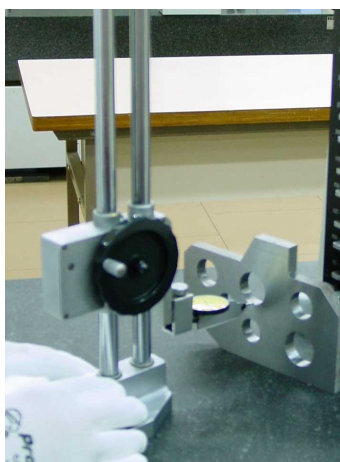
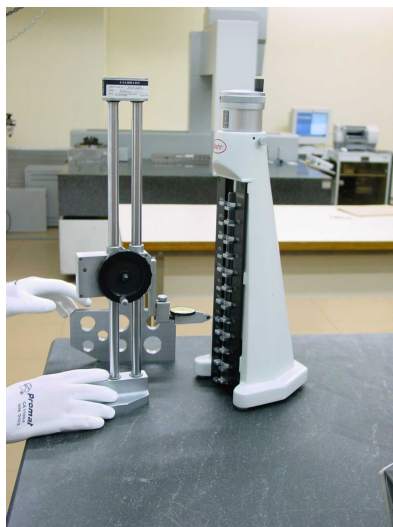

Figura 1 – Medição inferior do furo
Figura 2 – Referenciamento utilizando o micrômetro de altura
- Posiciona-se o apalpador dentro do furo a ser medido, na posição central e afastado da borda com a haste paralela ao plano do desempenho. Aproxima-se o relógio apalpador da superfície interna inferior desse furo até que o ponteiro do relógio apalpador apresente um deslocamento de aproximadamente 0,01mm. Movimenta-se o traçador de altura para o lado, em direção ao centro, a fim de identificar o ponto de inflexão. Quando esse ponto é identificado, movimenta-se o traçador de altura contra a peça até que o ponteiro do relógio marque exatamente 0,01mm de deslocamento, conforme a figura 1.
Então, movimenta-se o traçador de altura para perto do micrômetro de altura e desloca-se o micrômetro de altura até que o mesmo toque a ponta do relógio apalpador, em movimento ascendente, e realize o deslocamento do ponteiro em exatos 0,01mm, conforme figura 2. Realiza-se a leitura do valor no micrômetro de altura e anota-se.
- Agora se retorna ao furo em questão e movimenta-se o traçador de altura até que a haste de medição do relógio apalpador toque a superfície interna superior do furo em questão, na sua posição central e afastado da borda, fazendo com que o ponteiro do relógio tenha um deslocamento de aproximadamente 0,01mm. Movimenta-se o traçador de altura para o lado, em direção ao centro, a fim de identificar o ponto de inflexão. Quando esse ponto é identificado, movimenta-se o traçador de altura contra a peça até que o ponteiro do relógio marque exatamente 0,01mm de deslocamento, conforme figura 3. Então, movimenta-se o traçador de altura para perto do micrômetro de altura e desloca-se o micrômetro de altura até que o mesmo toque a ponta do relógio apalpador em movimento descendente, e realize o deslocamento do ponteiro em exatos 0,01mm, conforme figura 2. Realiza-se a leitura do valor no micrômetro de altura e anota-se.
- Posiciona-se o apalpador dentro do 1º furo a ser medido, na posição central e afastado da borda. Aproxima-se o relógio apalpador da superfície interna inferior desse furo até que o ponteiro do relógio apalpador apresente um deslocamento de 0,01mm. Movimenta-se o traçador de altura para o lado, em direção ao centro, a fim de identificar o ponto de inflexão. Quando esse ponto é identificado, movimenta-se o traçador de altura contra a peça até que o ponteiro do relógio marque exatamente 0,01mm de deslocamento, conforme a figura 1. Então, movimenta-se o traçador de altura para perto do micrômetro de altura e desloca-se o micrômetro de altura até que o mesmo toque a ponta do relógio apalpador em movimento ascendente, e realize o deslocamento do ponteiro em exatos 0,01mm, conforme figura 2. Realiza-se a leitura do valor no micrômetro de altura e anota-se.
Agora retorna-se ao furo em questão e movimenta-se o traçador de altura até que a haste de medição do relógio apalpador toque a superfície interna superior do furo em questão, na sua posição central e afastado da borda, fazendo com que o ponteiro do relógio tenha um deslocamento de 0,01mm. Movimenta-se o traçador de altura para o lado em direção ao centro, a fim de identificar o ponto de inflexão. Quando esse ponto é identificado, movimenta-se o traçador de altura contra a peça até que o ponteiro do relógio marque exatamente 0,01mm de deslocamento, conforme figura 3. Então, movimenta-se o traçador de altura para perto do micrômetro de altura e desloca-se o micrômetro de altura até que o mesmo toque a ponta do relógio apalpador, em movimento descendente, e realize o deslocamento do ponteiro em exatos 0,01mm, conforme figura 2.
A partir daí, posiciona-se o apalpador dentro do 2º furo a ser medido, na posição central e afastado da borda. Aproxima-se o relógio apalpador da superfície interna inferior desse furo até que o ponteiro do relógio apalpador apresente um deslocamento de aproximadamente 0,01mm. Movimenta-se o traçador de altura para o lado, em direção ao centro, a fim de identificar o ponto de inflexão. Quando esse ponto é identificado, movimenta-se o traçador de altura contra a peça até que o ponteiro do relógio marque exatamente 0,01mm de deslocamento, conforme a figura 1. Então, movimenta-se o traçador de altura para perto do micrômetro de altura e desloca-se o micrômetro de altura até que o mesmo toque a ponta do relógio apalpador, em movimento ascendente, e realize o deslocamento do ponteiro em exatos 0,01mm, conforme figura 2.
- Agora retorna-se ao furo em questão e movimenta-se o traçador de altura até que a haste de medição do relógio apalpador toque a superfície interna superior do furo em questão, na sua posição central e afastado da borda, fazendo com que o ponteiro do relógio tenha um deslocamento de 0,01mm. Movimenta-se o traçador de altura para o lado, em direção ao centro, a fim de identificar o ponto de inflexão. Quando esse ponto é identificado, movimenta-se o traçador de altura contra a peça até que o ponteiro do relógio marque exatamente 0,01mm de deslocamento, conforme figura 3. Então, movimenta-se o traçador de altura para perto do micrômetro de altura e desloca-se o micrômetro de altura até que o mesmo toque a ponta do relógio apalpador, em movimento descendente, e realize o deslocamento do ponteiro em exatos 0,01mm, conforme figura 2.